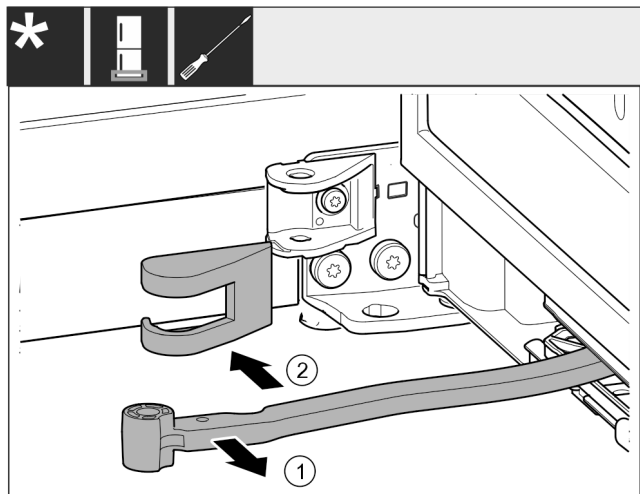

Fig. 16
- Okrenite zglobov Fig. 16 (1) u smjeru vrata.
- Skinite pokrov podloška ležaja Fig. 16 (2).